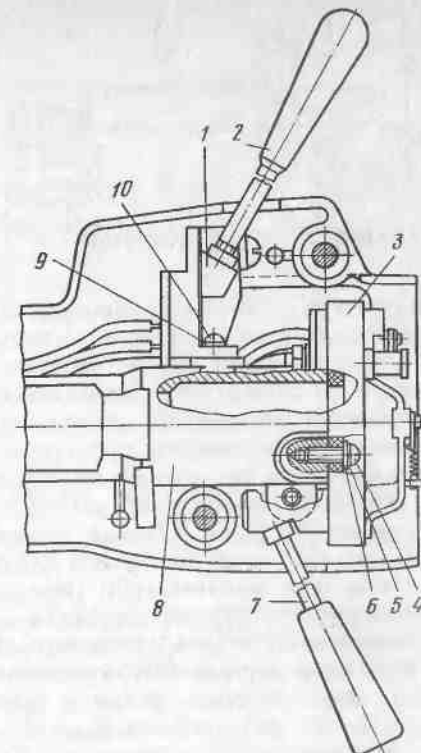

Рис. 197. Установка переключателей указателей поворотов и света фар:
**Переключатели указателя поворотов и света фар.** Направление поворота автомобиля указывается мигающим светом передних и задних указателей поворота. Включение указателей поворота осуществляется переключателем П156, установленном на опоре 8 (рис. 197) вала рулевого управления. При перемещении рычага 7
Для снятия переключателя необходимо снять рулевое колесо, верхний и нижний кожуха опоры вала, отсоединить провода и, отвернув два винта 4 (см. рис. 197), снять переключатель.